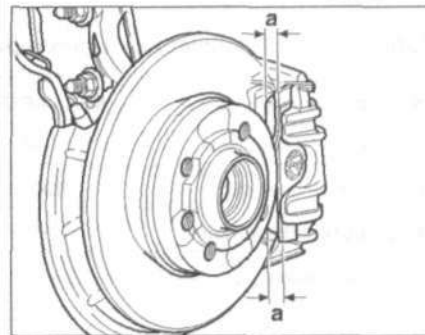

Рис. 2.29. Проверка толщины «а» тормозных колодок передних тормозных механизмов.
2. Измерьте толщину «а» внутренней и наружной тормозных колодок (рис. 2.29). Допустимая толщина «а» тормозной накладки, включая опорную плиту, должна быть не менее 7 мм. При меньшей толщине тормозные колодки должны быть заменены.